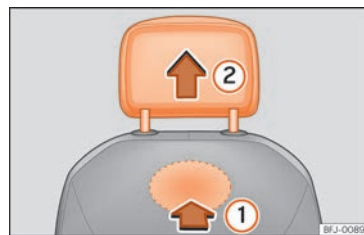

Abb. 96 Kopfstütze vorne ausbauen.
- Lokalisieren Sie zum Entriegeln der Kopfstütze die Aussparung im markierten Bereich auf der Rückseite der Sitzlehne und drücken Sie in Pfeilrichtung >>> (Abb. 96) ①.
- Ziehen Sie die Kopfstütze in Pfeilrichtung ② heraus.